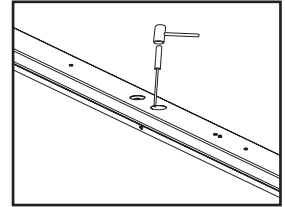

Fig. 2
4. Quite los orificios ciegos correspondientes para realizar el cableado de alimentación. (Fig. 2)